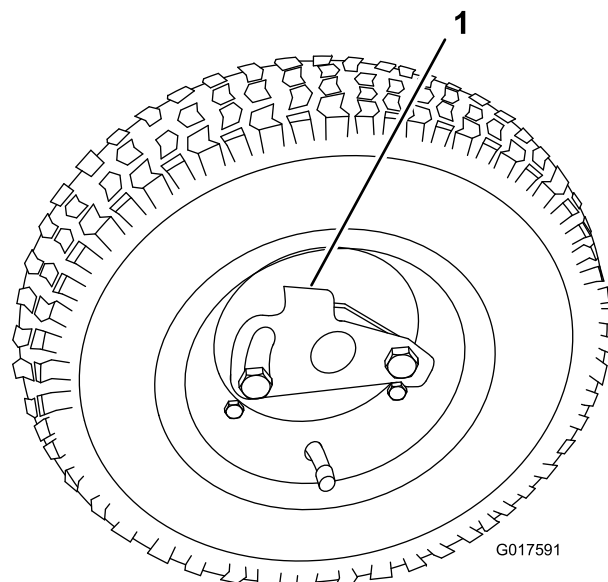

Рисунок 8
1. Наденьте колесо на ось (Рисунок 8).
2. Отведите стопорную скобу колеса в сторону от центра колеса, чтобы она могла переместиться дальше на ось (Рисунок 8).